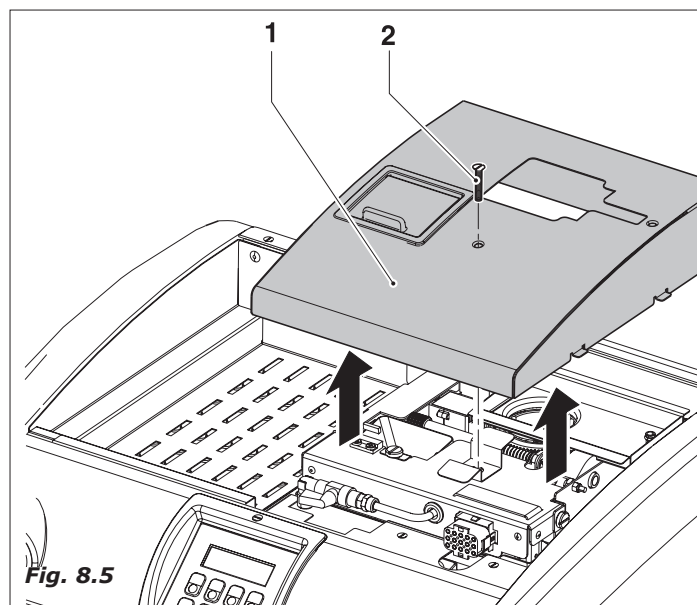

Fig. 8.5
Soltar o parafuso 2 (Fig. 8.5) e erguer a tampa (1).